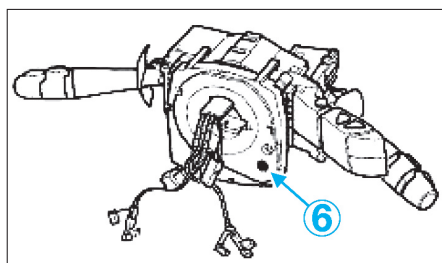

FIG. 7
- contrôler que la pastille de couleur (6) est présente pour repérer la position « 0 » du capteur d'angle volant (fig. 7).